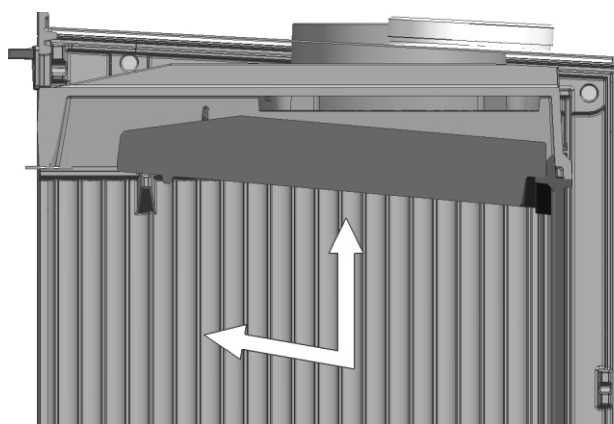

Fig. 1
1. A – Far scivolare la lastra deflettrice in avanti e verso l'alto fino a togliere i perni dalle posizioni laterali del proprio deflettore (Fig. 1, 2).